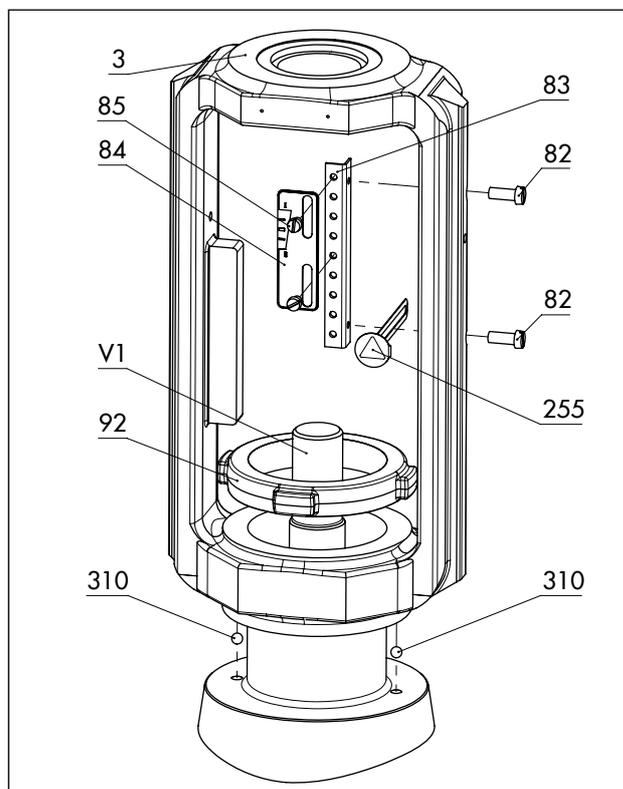
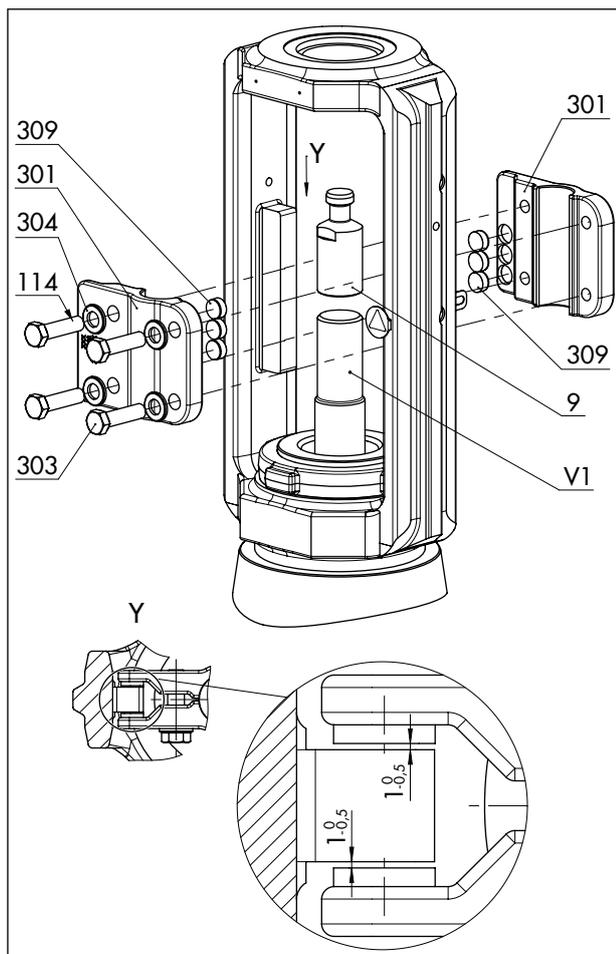

图 14: 标准类型中带有行程指示器标尺的支架总成概览
图 15: 标准类型中防旋转夹具总成概览
请参见图 14 和图 15
- 滑动垫圈与其在支架各侧上的接触表面之间有 0.5 至 1 mm 的标称间隙 (请参见 图 15 中的详细视图 Y)。